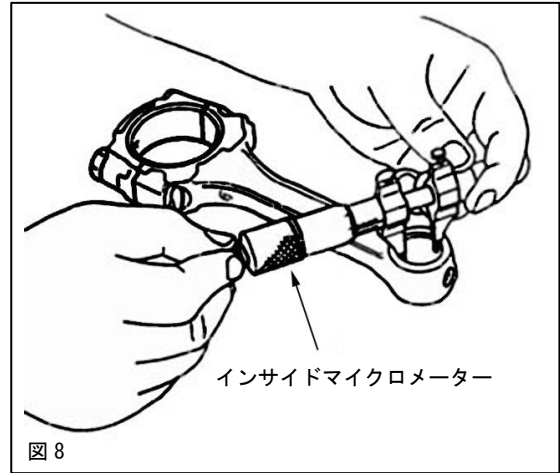

図 8
6. 1 コンロッド小端部内径を、インサイドマイクロメーターを用いて測定します。(図 8)